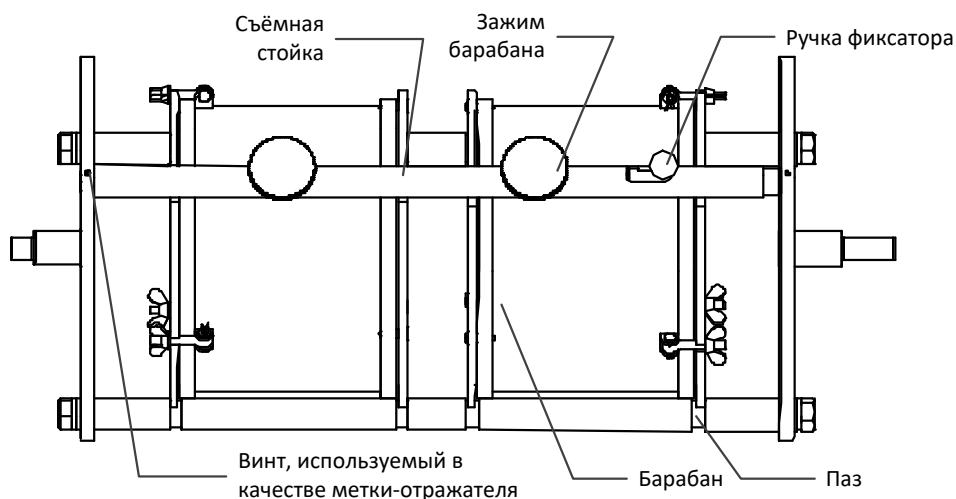

Рисунок 1 – Держатель барабанов
9.6.3 Измерить при помощи тахометра скорость вращения барабанов, используя винт в качестве отражающей метки (см. рисунок 1). Она должна быть 100 ± 5 об/мин. Результат записать в таблицу 4.